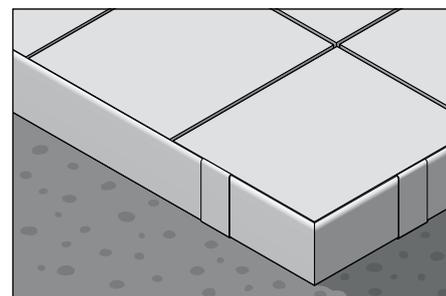

Fig. 7
#### Procedimiento para la colocación de baldosas autoportantes sobre el sistema de pedestales TROBA-LEVEL con BARA-RT/BARA-RTC (fig. 7)
2. Si utiliza el sistema de pedestales TROBA-LEVEL, el perfil de remate BARA-RT/BARA-RTC cubre el lateral abierto del pavimento (fig. 7).